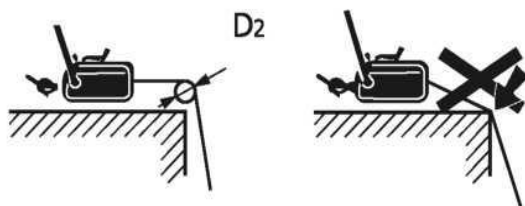

Рис.3 - Использование блоков
- При волочении/подтягивании груза, канат должен входить в МТМ строго по его оси без загибов (см. рисунок 3).